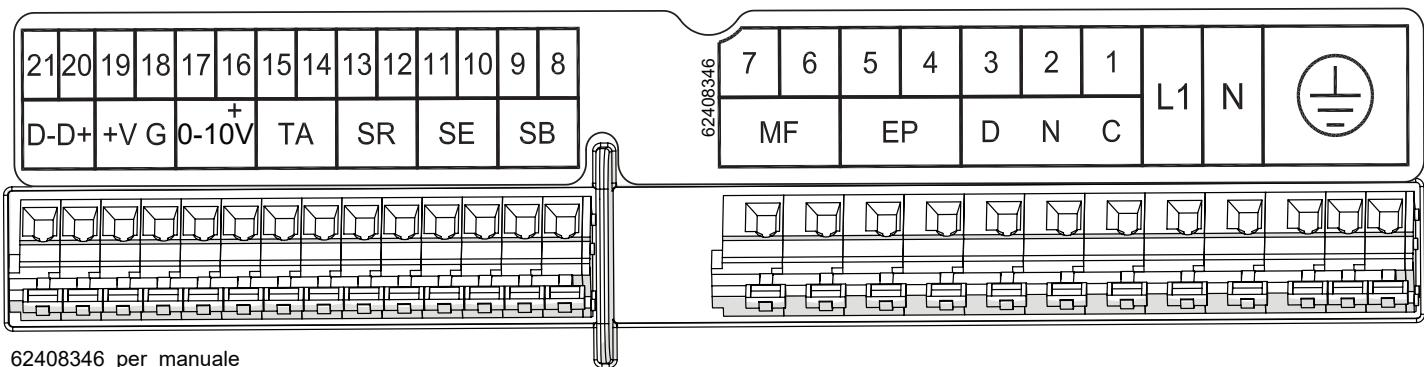

Figura 5-13 - Collegamenti elettrici
Legenda Figura 5-13
Quando non è diversamente specificato fare riferimento a Figura 5-13.
- 3.-collegare i due capi del cavo ai morsetti "16" e "17" (Figura 5-13);